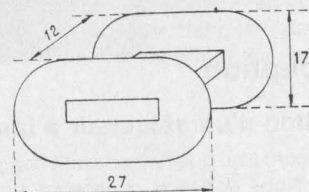

Fig. VI-16. — Carcasse de la bobine.
**2. Bobinage** (fig. VI-16) : enrouler serré sur la pièce A, plusieurs tours de papier kraft gommé (voir librairie) préalablement mouillé. Laisser sécher. Préparer 2 joues en carton mince très raide ou en bakélite 5/10. Le noyau étant sec, le sortir de A et couper avec précision (lame de rasoir) à la longueur voulue. Veiller à l'équerre des coupes. Enfiler ce noyau sur une tige filetée de 3 mm bien droite. Disposer les joues. Serrer le tout entre 2 plaquettes de bakélite 2 mm (30 × 20 mm). Régler pour que l'ensemble **tourne parfaitement rond** (noyau, joues, plaquettes). La réussite du bobinage est à ce prix. Coller les joues à l'intérieur à la colle cellulosique. Prévoir 2 paliers pour la tige, une manivelle, un compteur (c'est bien utile) et remplir la bobine de fil émaillé 10/100. Décaper le départ du fil (2 à 3 cm) avec du papier abrasif très fin, **avant** de commencer l'enroulement. (Trop dangereux à la fin). La bobine remplie, recouvrir de 2 ou 3 couches de Scotch de couleur. Préparer 2 lamelles de clinquant (large de 3 mm) de cuivre (écran statique de transfo d'alimentation grillé). Y souder les 2 sorties. Disposer les cosses ainsi constituées et les faire tenir par 2 ou 3 nouveaux tours de Scotch.